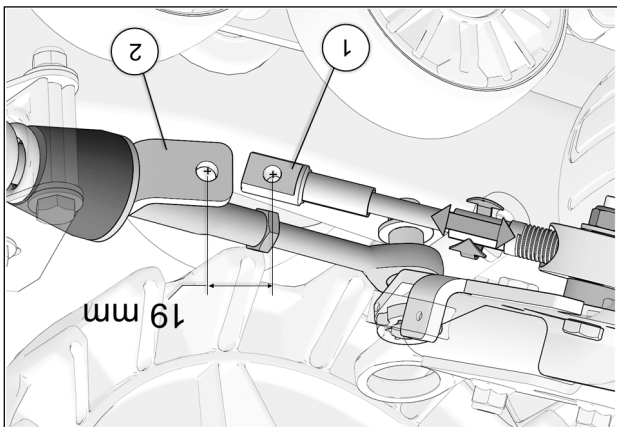

Fig. 26
15. Tourner le volant du véhicule au maximum de la course du côté gauche. En maintenant une pression au volant, ajuster le câble (en vissant ou dévissant pour ajuster la longueur). Voir la Fig. 26
16. Obtenir une distance de 19 mm [$\frac{3}{4}$ po.] du centre de l'extrémité du câble (1) au centre de l'extrémité du support de fixation (2). Voir la Fig. 26